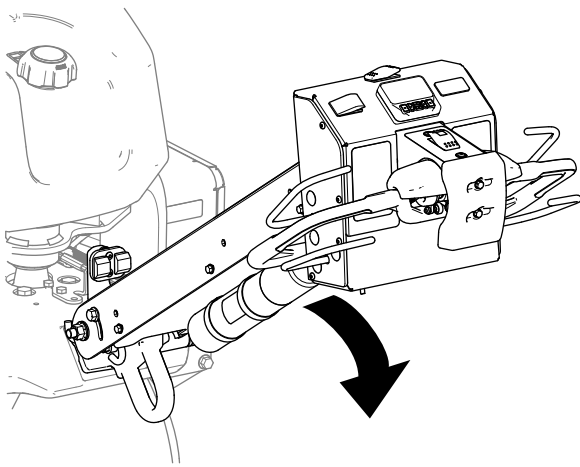

Bild 69
2. Senken Sie den Lenker ab, um die Feststellbremse zu lösen (Bild 69).